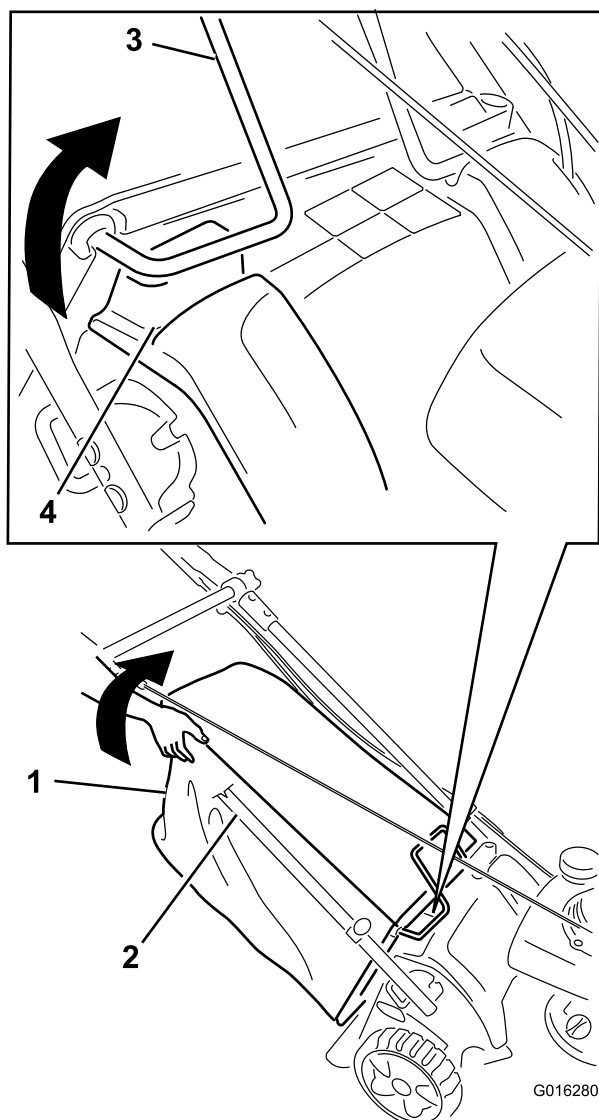

Figura 50
5. Con el motor en marcha, levante la esquina superior derecha de la bolsa de recogida hasta que el armazón de alambre de la esquina delantera derecha superior de la bolsa salga totalmente de la ranura derecha (Figura 50).